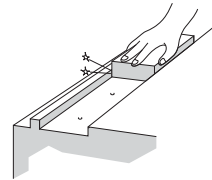

Рис.6 Проверка установочной поверхности
- (1) Перед установкой направляющей LM очистите опорную поверхность от заусенцев и пыли. (Рис.6)